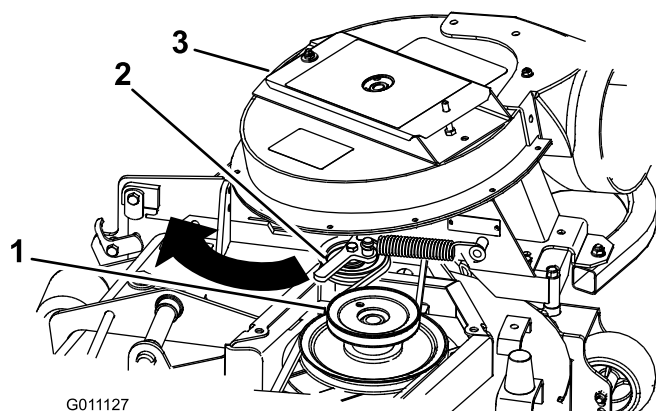

Figure 19
5. Tirez la poulie de tension rappelée par ressort vers l'arrière et chaussez la courroie sur la poulie du plateau de coupe. Vérifiez que la courroie est acheminée correctement autour des poulies du ventilateur (Figure 19).